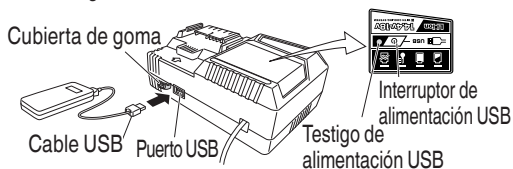

Fig. 13
- Encienda el enchufe de alimentación USB (Fig. 13)
- Conecte el cable USB. (Fig. 13)
- Apague el interruptor de alimentación USB y desenchufe el cable de alimentación de la toma de alimentación eléctrica. (Fig. 13)